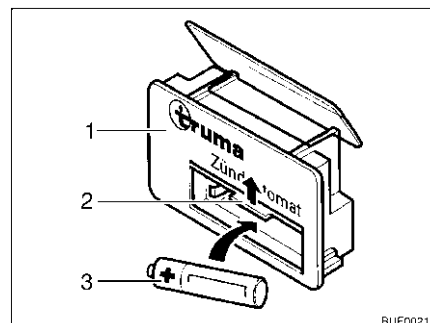

Fig. 99 Dispositivo di accensione
- Spingere la copertura (Fig. 99,2) del vano batteria sul dispositivo di accensione (Fig. 99,1) verso l'alto.
- Inserire una nuova batteria (Fig. 99,3) dello stesso tipo nel vano batteria del dispositivo di accensione rispettando la polarità (+/-). Utilizzare soltanto batterie Mignon resistenti alle alte temperature (+70 °C) e sicure da perdite.